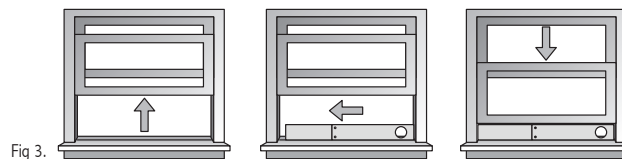

Fig 3.
C. Installez l'ensemble de glissière pour fenêtre : Fig 3.